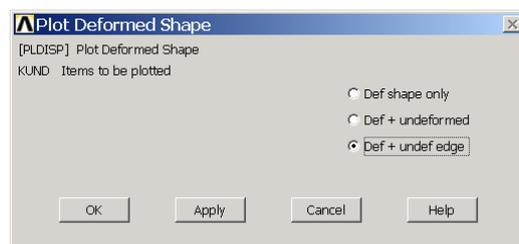

图6.11 绘制变形图选项
(1) 将光盘目录“\ch06\data\”中的文件复制到工作目录，启动 ANSYS，单击工具栏上的  按钮，打开数据库文件“beam.db”。
(2) 单击 Main Menu>General Postproc>Read Results>Last Set 菜单，读取最后一个子步结果。
(3) 单击 Main Menu>General Postproc>Plot Results>Deformed Shape 菜单，弹出如图 6.11 所示的【Plot Deformed Shape】对话框。